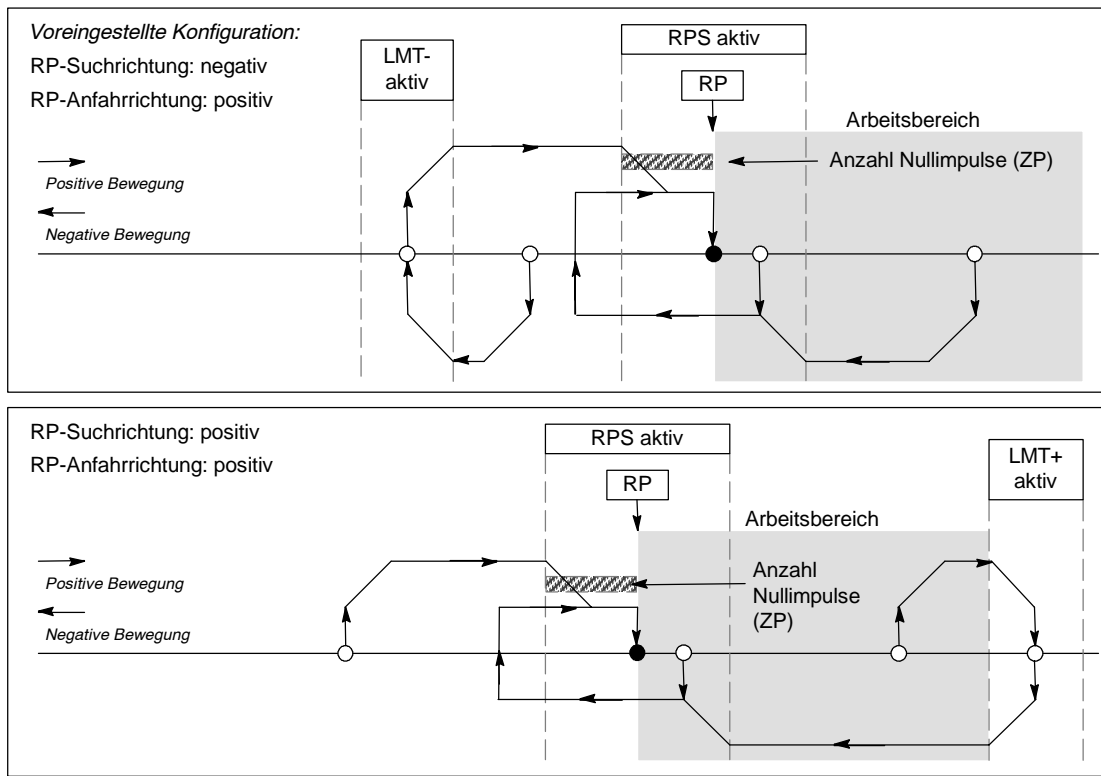

Bild 9-24 RP-Suche: Modus 4
- ☐ Bild 9-24 zeigt zwei der Optionen für den RP-Suchmodus 4. In diesem Modus wird die Lage des RP als angegebene Anzahl Nullimpulse (ZP) innerhalb des aktiven Bereichs des Eingangs RPS ermittelt.